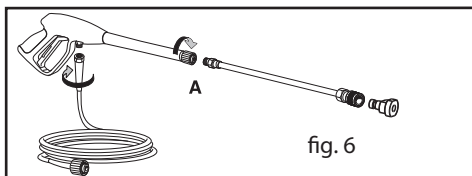

fig. 6
2. Koble høytrykksslangen til pistolen. Sett lansen inn i pistolen. (fig.6). Sett dysen inn i lansen. (fig.2A).